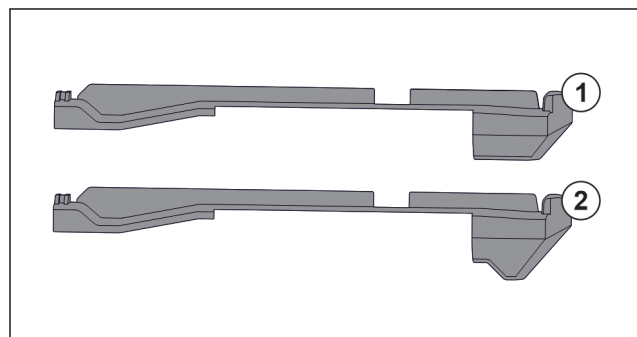

Fig. 31 Vergelijking van de insteekelementen
In het apparaat bevinden zich twee verschillende insteekelementen. Het insteekelement boven de onderste lade Fig. 31 (2) heeft een driehoekige rand. Alle overige insteekelementen Fig. 31 (1) hebben een rechte rand.
- ▶ Insteekelement Fig. 31 (2) met de driehoekige rand boven de onderste lade aanbrengen.
- ▶ Insteekelement Fig. 31 (1) met rechte rand op alle overige plekken aanbrengen.